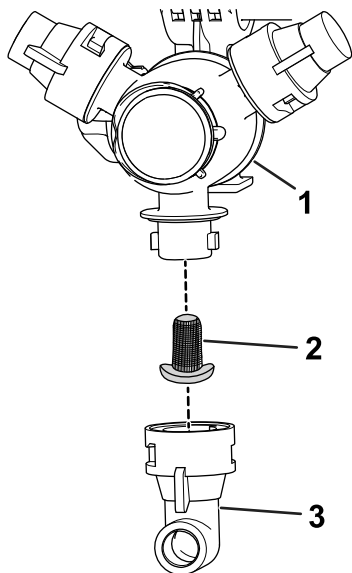

Figura 110
2. Îndepărtați duza din turela de pulverizare (Figura 110).
3. Îndepărtați vechiul filtru al duzei (Figura 110).
4. Montați un filtru de duză nou (Figura 110).
5. Montați duza la turela de pulverizare (Figura 110).